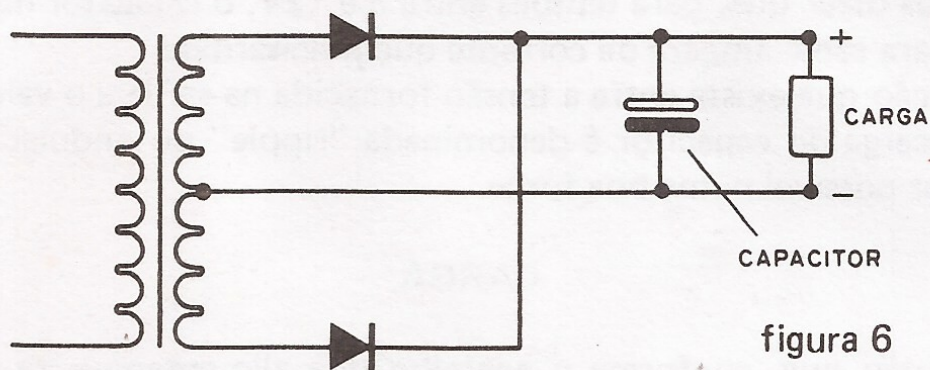

figura 6
c) Temos, finalmente, um processo de retificação de onda completa, mas que não precisa de transformador com enrolamento duplo, ou seja, dotado de tomada central. Trata-se da retificação por ponte, que usa 4 diodos e é mostrado na figura 6.